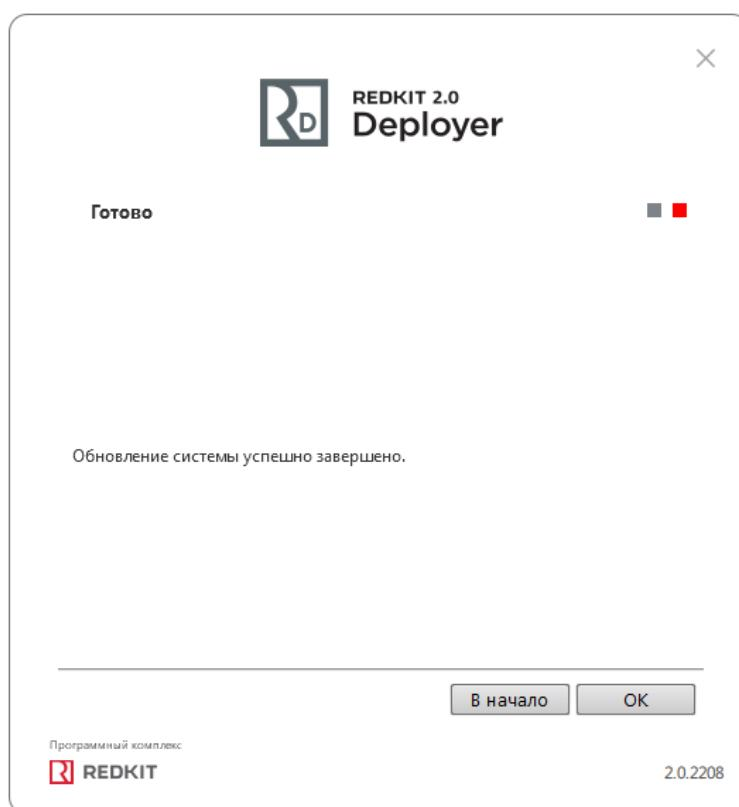

Рисунок 212 - Обновление системы завершено
4. Если все реквизиты были указаны правильно, появится сообщение об успешном обновлении системы. Нажмите **OK**. (Рисунок 212).